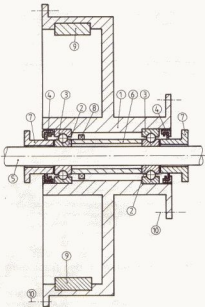

Bild 219
Das Konstruktionsprinzip ist jedoch bei allen Rädern das gleiche, es wird in Bild 219 gezeigt. Daraus ergeben sich zwei Möglichkeiten zum Ausbau der Radlager, von denen die aufwendigere den Vorzug hat, die Bauteile zu schonen und dadurch eine eventuelle Wiederverwendung zu ermöglichen.
- Scharfkantig angeschliffenen Treibdom am Innenring des Radlagers ansetzen, welches dem Zentrierriech (Teil 8 in Bild 219) gegenüberliegt (das deshalb, weil sich die Distanzhülse an ihrer zentrierriechfreien Seite um etwa 1 mm zur Seite drücken lässt. Das genügt für die scharfe Kante des Treibdoms, das Lager etwas aus seinem Sitz [Lageraussenring] herauszutreiben. Natürlich tut das den Kugeln und den Laufflächen in den Ringen nicht gut, ein so ausgebautes Lager ist nicht wieder verwendungsfähig).